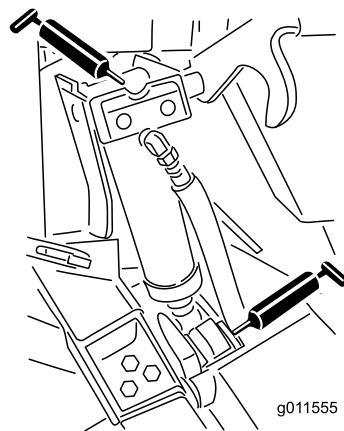

Figura 72
- Quatro casquilhos do cilindro de elevação (Figura 72)